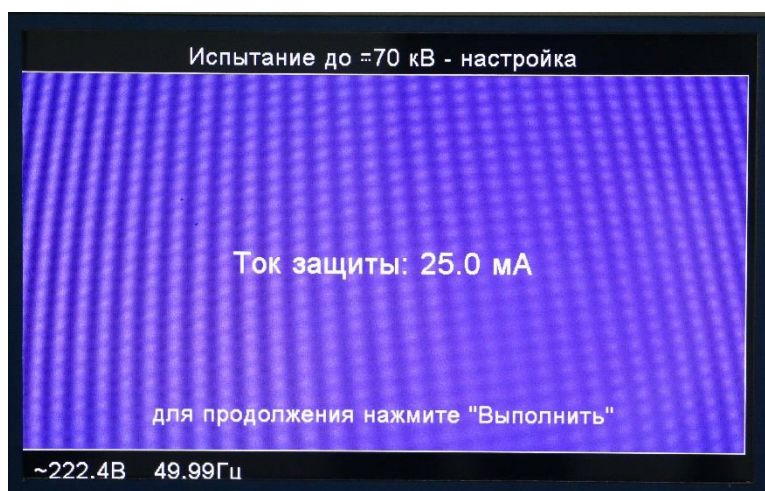

Рис.8.2
8.2.2. Установить требуемый ток защиты (рис.8.2) Нажать кнопку блока управления «ВЫПОЛНИТЬ». Ток защиты может быть установлен в пределах 1,0 мА – 25,0 мА с шагом 0,5 мА.